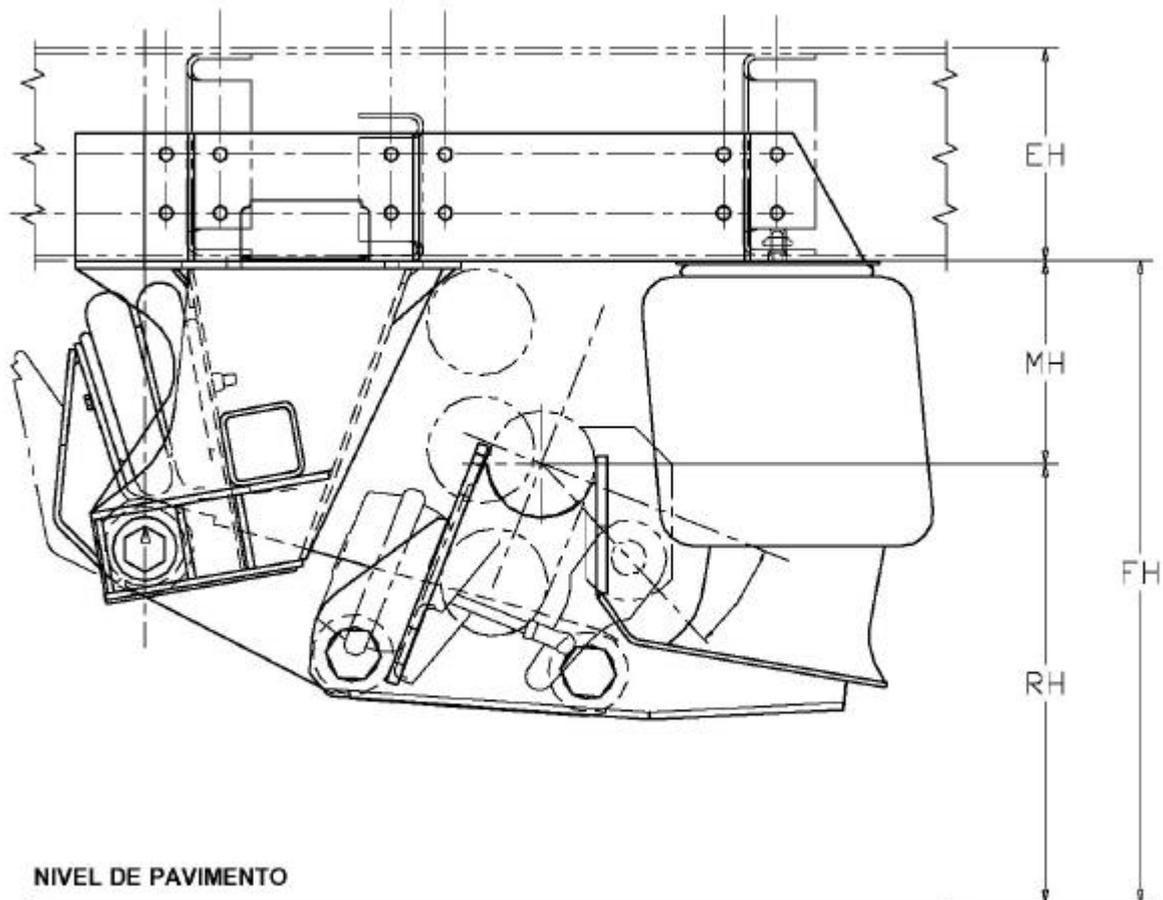

Fig. 1
- A. Se procede a determinar el valor de FH. Sume el valor de MH (MONTING HEIGHT) al radio de la cubierta cargada RH (RIDE HEIGHT) (Ver Fig. 1) que se puede obtener de un manual de cubiertas. $FH = MH + RH$.